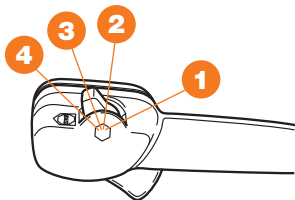

Рис. 7
Установите переключатель остановки в положение запуска 2 около трети (Рис. 7).
- Установите требуемую скорость работы двигателя с помощью рычага дроссельной заслонки (Рис. 7).
- Двигатель останавливается перемещением переключателя остановки в положение «СТОП» (Рис. 7).